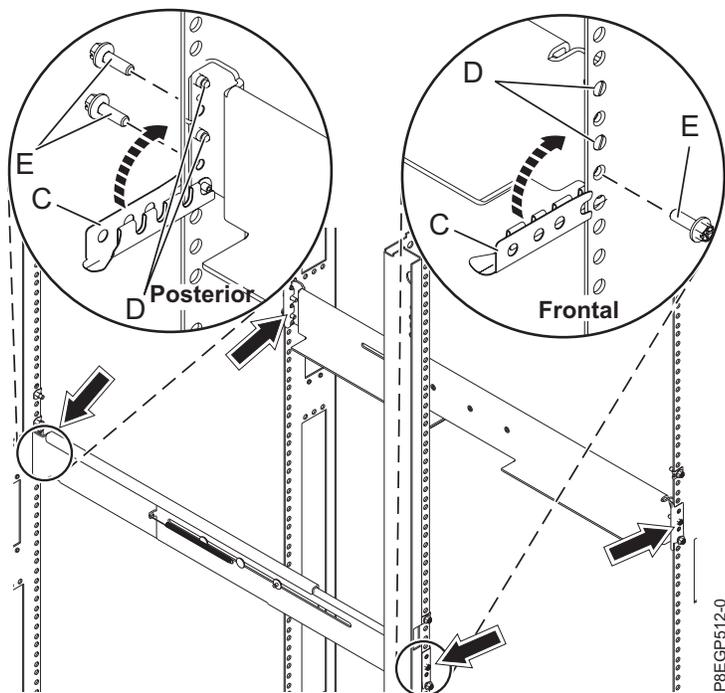

Figura 6. Fijación de los rieles
- a. Extienda el riel derecho e inserte las patillas del riel (**D**) en los dos agujeros de montaje inferiores marcados en el bastidor de forma que el riel mire hacia arriba, tal como se muestra en Figura 6 en la página 10
- b. Gire hacia arriba la abrazadera frontal (**C**) para fijar el riel en su lugar, tal como se muestra en Figura 6 en la página 10.